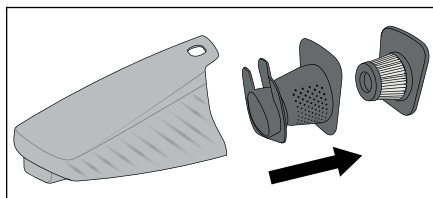

Abb. 4
- 3) Ziehen Sie zunächst den EPA-Filter **5** und dann den Grobfilter **6** aus dem Schmutzbehälter **7** heraus (Abb. 4). Klopfen Sie beide Teile über einem Mülleimer o. Ä. aus. Bei Bedarf können Sie den EPA-Filter **5** mit klarem Wasser abspülen. Lassen Sie ihn anschließend an der Luft vollständig trocknen.